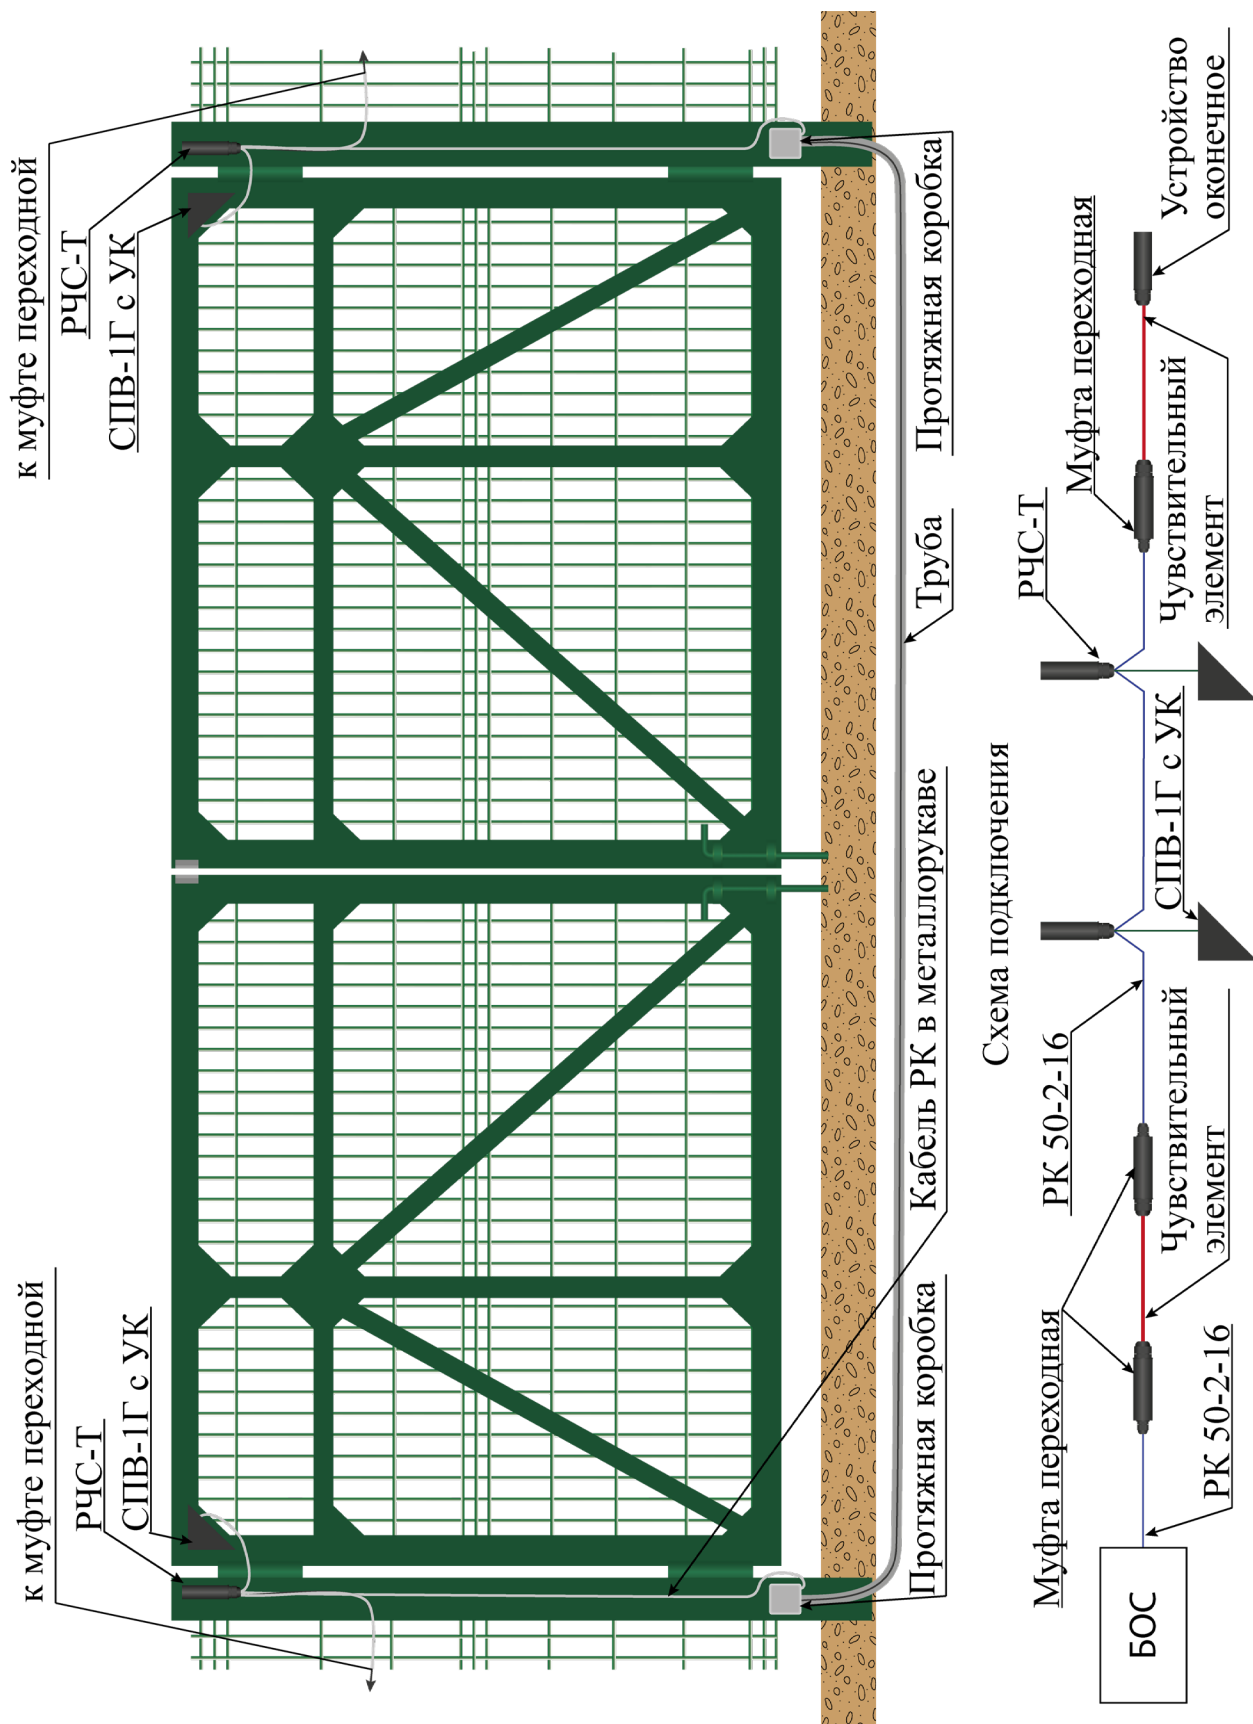

Рисунок 4.46 – Организация охраны ворот (калитки) с использованием сенсора СПВ-1Г с узлом крепления в единой зоне охраны периметра
Допускается запасные ворота (аварийные выезды) включать в ближайшую зону охраны заграждения (рисунок 4.46).
- сенсор расположить в углу створки ворот (калитки) со стороны петли (рисунок 4.46);
- узел крепления сенсора закрепить к каркасу створки методом сварки (рисунок 4.46);
- один кабель РК подключить к БОС или к муфте переходной (в зависимости от проекта), другой через протяжную коробку к следующему РЧС-Т (рисунок 4.46).